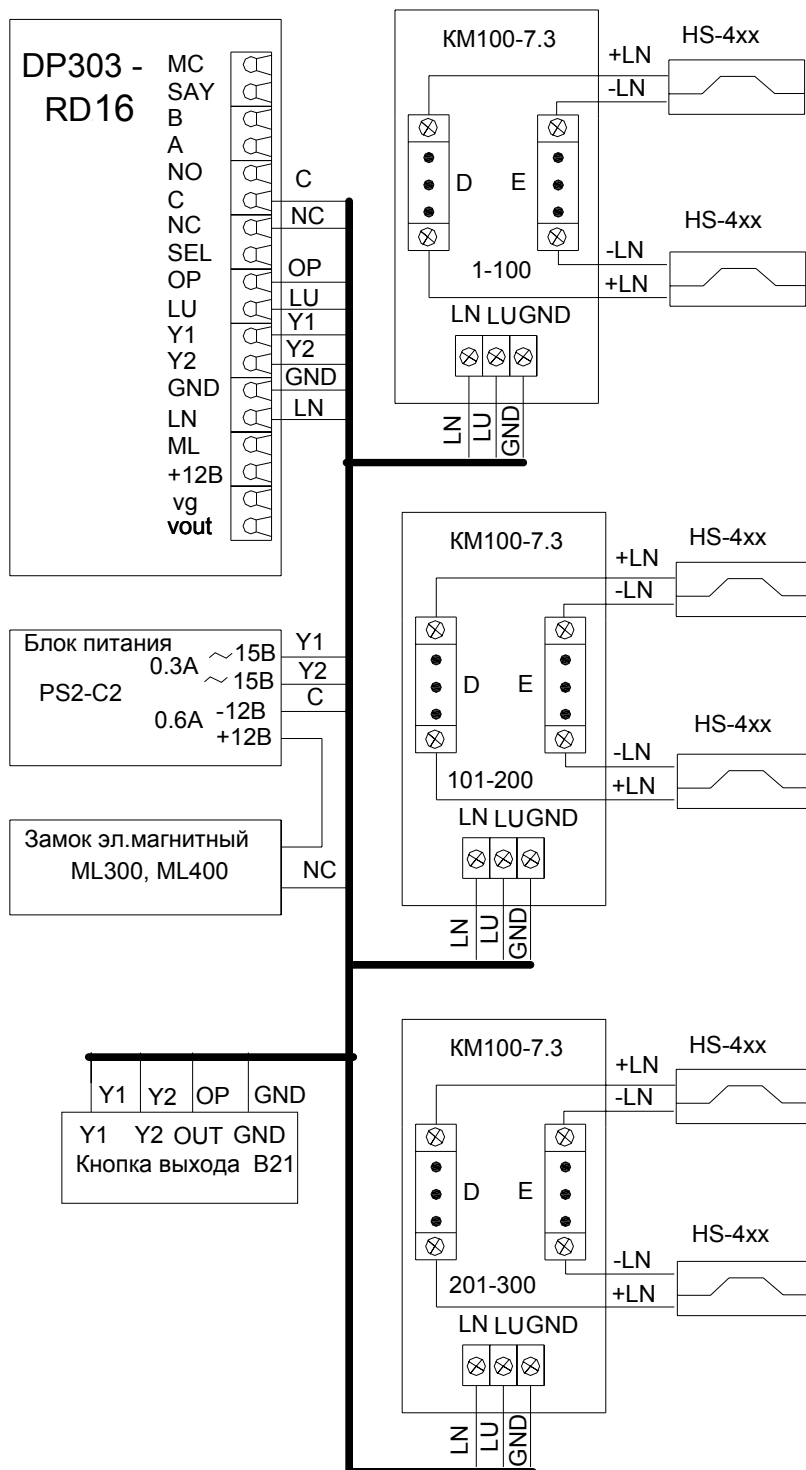

Рис.3 Пример схемы подключения DP303-RD16 и DP303-RDV16 в составе домофонного комплекса.
- "занято" – показывает, что разговорная линия занята другим блоком вызова, параллельно подключенному к данному блоку вызова (см.рис. 3)
Блок вызова соединяется с остальными блоками системы согласно приведенной монтажной схеме (рис.3).
Блок питания подключается к замку и блоку вызова согласно приведенной монтажной схеме (рис.3). Блок питания и коммутатор имеет специальные клеммные колодки для подключения проводов с соответствующими обозначениями. Для подключения блока питания к сети 220 В **обязательно(!)** должна быть установлена розетка.
С абонентскими пультами коммутатор соединяется согласно приведенной монтажной схеме (рис.3) по двум десятипроводным шинам, проложенным в стояке
Пульт подключается к соответствующим проводам (клемма «+» пульта к шине десятков D0..D9 коммутатора, клемма «-» к шине единиц E0..E9 коммутатора). Схема соединений блоков комплекса приведена на рис.3.
Электромагнитный замок подключается к блоку питания и к блоку вызова согласно схеме на рис.3. Цепи коммутации электромагнитного замка в блоке вызова содержат схему размагничивания. При подключении следует соблюдать полярность напряжения, указанную на схеме, во избежание выхода из строя блока вызова.
Для подключения БВ с видеокамерой необходимо использовать дополнительный блок питания видеокамеры стабилизированным напряжением 12 В и током не менее 100 мА (например БП1-А). Выходной видеосигнал подается на вход видеоразветвителя или монитор по коаксиальному кабелю волновым сопротивлением 75 Ом. Схема подключения **DP203RDV16** представлена на рис. 3.